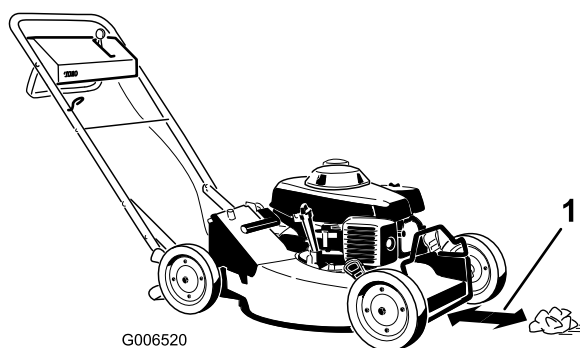

Figure 16
6. Placez une boule de papier journal à 12,7 cm devant la tondeuse (Figure 16).
- A. Placez une boule de papier journal à 12,7 cm (5") devant la tondeuse (Figure 16).